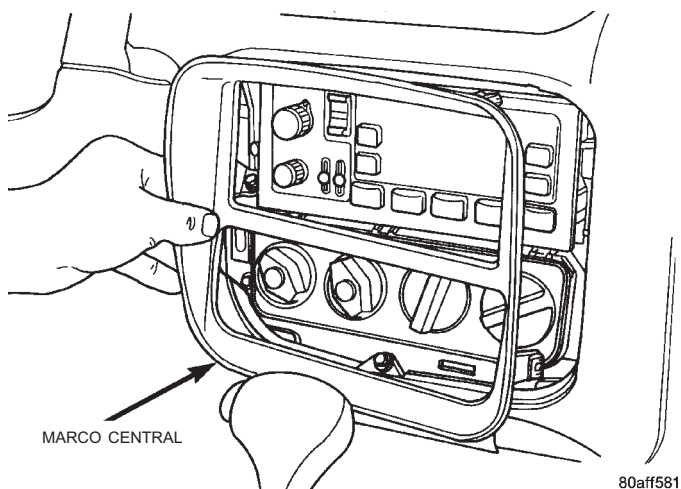

Fig. 20 Marco central
(7) Extraiga el marco central (Fig. 20).